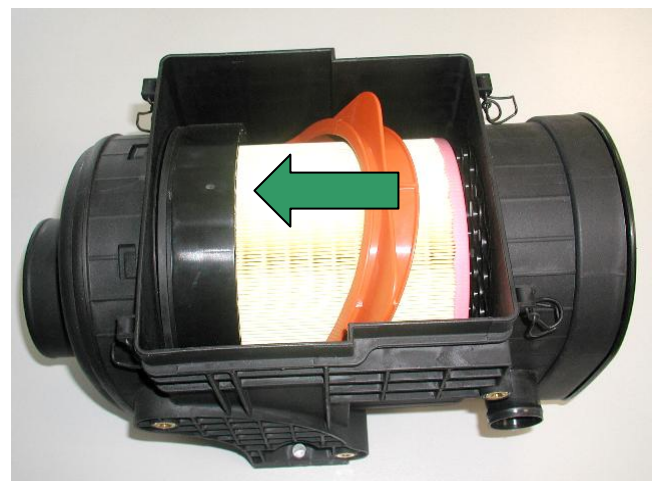

Fig. 4 Desbloquear el marco del elemento filtrante principal
- Soltar los cierres a presión de alambres (pos. 9) y retirar la tapa de la carcasa (pos. 1).
- Retirar el elemento filtrante principal (pos. 2) y desecharlo siguiendo la normativa local.
- Plegar los estribos de sujeción rojos en la dirección "Unlock" (véase Fig. 4).
- Extraer el marco (pos. 11) junto con el elemento filtrante principal (pos. 2).